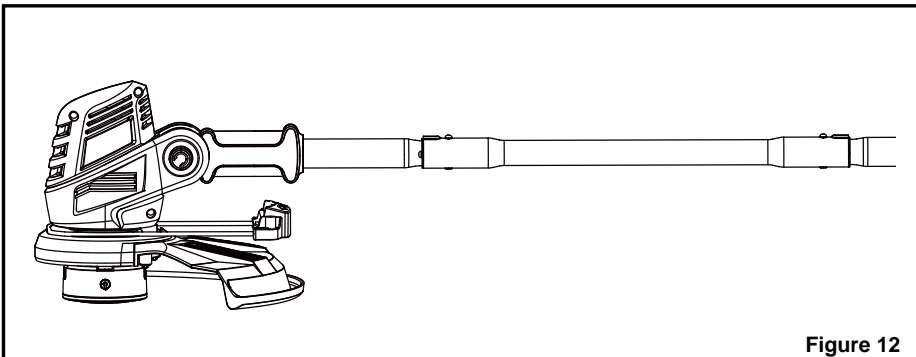

Figure 12
1. Ajustez la position de la tête de coupe pour que l'arbre soit parallèle au pare-débris, comme indiqué (Figure 12).